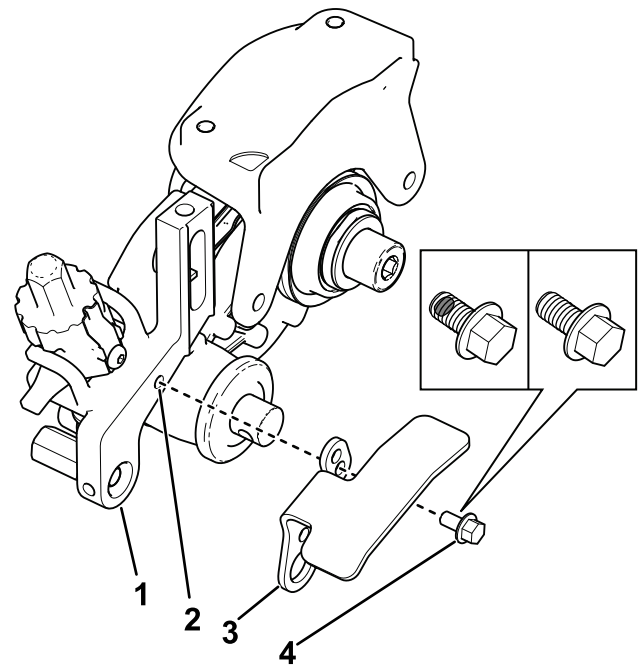

Bild 20
- Befestigen Sie das Schutzblechs für den Grasfangkorb am Schnitthöhenarm (Bild 20).